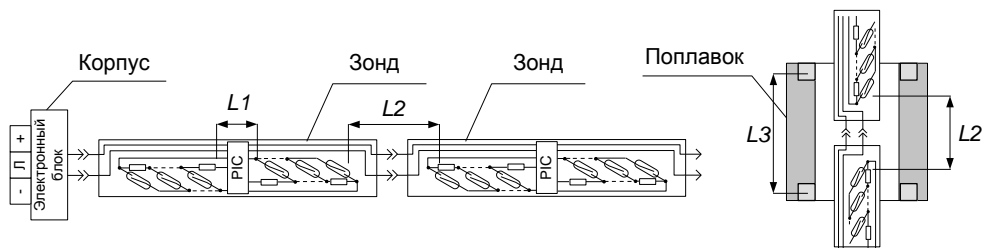

Рисунок 1
2.1.1.1 Принцип измерения уровня ПМП основан на применении герконов, изменяющих свое состояние (замкнут/разомкнут) при воздействии магнитного поля. Магниты, расположенные в нижней и верхней части поплавка, магнитным полем воздействуют на герконы (магниточувствительные контакты), находящиеся в зондах. Поплавок перемещается по направляющей вместе с изменяющимся уровнем жидкости, и своими магнитами вызывает замыкание герконов. Непрерывность измерения с шагом 5 мм достигается установкой герконов в ряд и соединением их через резисторы по схеме резистивного делителя напряжения, цепи которого подключены к плате РС-контроллера (рисунок 1).